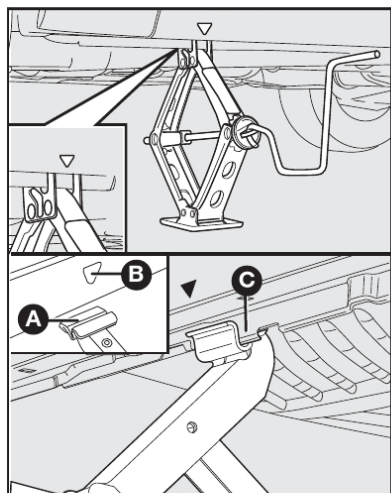

fig. 12
- Colocar o macaco onde está marcado o símbolo ▼ detalhe **fig. 12** ou detalhe **B-fig. 12** perto da roda a substituir, e certificar-se de que a ranhura **A** do macaco esteja bem encaixada na longarina **C**.